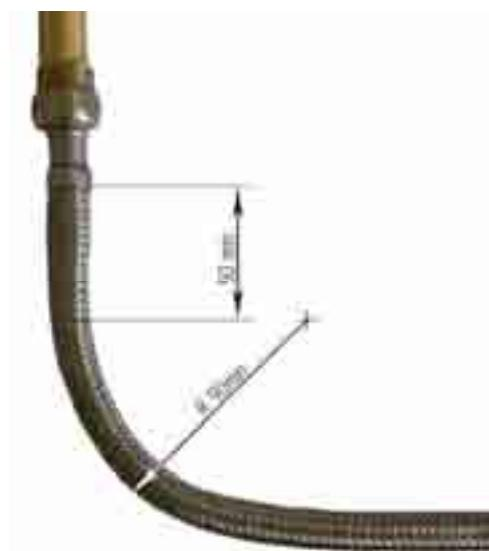

Рисунок 5 Требования к монтажу гибких шлангов
- установку шланга с изгибом вблизи наконечников. Длина участка шланга у заделки, который не должен подвергаться изгибу, должна быть не менее 50 мм. Минимально допустимый радиус изгиба шланга, измеряемый по внешней обра- зующей, должен составлять 90 мм (см. рис. 5).